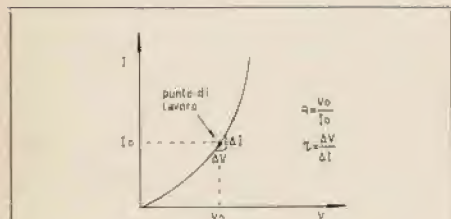

Figura 7
Questo fatto è sfruttato in certi diodi, chiamati varicap, epicap ecc., per realizzare, assieme a induttori, circuiti risonanti la cui frequenza d'accordo può essere variata con comando elettrico (figura 7). L'effetto della capacità è molto fastidioso nell'impiego dei diodi ad alta frequenza, per esempio come rivelatori: se la capacità è grande o se la frequenza di lavoro è elevata il diodo si comporta più da condensatore che da diodo, e l'efficienza di rettificazione diminuisce.
Che un diodo si comporti in pratica come un resistore di valore diverso a seconda del punto di lavoro, e soprattutto a seconda che sia polarizzato direttamente o inversamente, lo si era già visto, ma è bene sottolinearlo, perché può tornare utile per certe applicazioni. Naturalmente qui consideriamo la resistenza dinamica del diodo e non quella statica, perché facciamo riferimento al caso in cui al diodo, polarizzato a una certa corrente, sia applicata una piccola tensione alternata tale da non allontanarlo troppo dal suo punto di lavoro. Ciò è illustrato in figura 7 dove si è indicata, per un certo punto di lavoro, la resistenza statica R come il rapporto tra la tensione e la corrente continua di polarizzazione, e la resistenza dinamica r come il rapporto tra le variazioni della corrente e della tensione attorno al punto di lavoro anzidetto. Una espressione per il valore della resistenza dinamica di un diodo può essere ricavata dalla equazione teorica del diodo (1) vista in precedenza.
La maniera migliore per ottenere la dipendenza effettiva della resistenza dinamica del diodo dalla corrente consiste nel tracciare la curva caratteristica e poi procedere punto per punto, come indicato in figura 7, al calcolo di tale grandezza. Facendo riferimento al diodo 1G27, di cui si è misurata la caratteristica riportata in figura 4, si vede subito che il valore della resistenza dinamica varia moltissimo con la corrente.